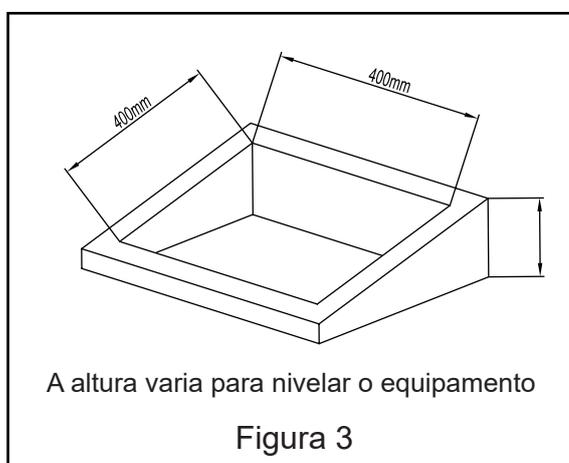

Figura 3
2. Se o tejadilho do veículo for inclinado (não nivelado) de tal forma que o condicionador de teto não pode ser montado dentro das especificações dos graus máximos permitidos, terá de ser adicionado um calço de nivelamento exterior para tornar o equipamento nivelado. Um calço de nivelamento típico é apresentado na Figura 3.